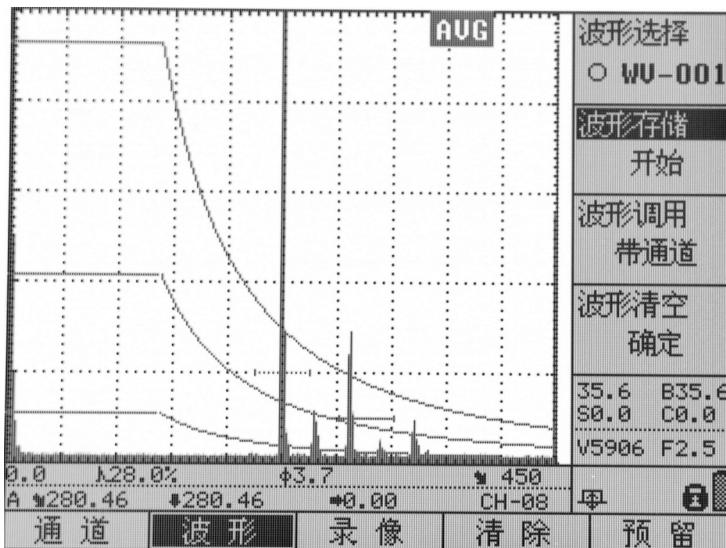

图 5.8
**存储波形：**在探伤过程中，可将探收回波画面和探伤参数存入所选择的波形文件中。操作方法为：选择好波形文件后，选择“波形存储”子菜单，如图 5.8 所示，按“确认”键完成存储。如果该波形文件已存有数据，则无法完成存储操作。可以选择其它波形文件，或者清空该文件，然后才可以存储。